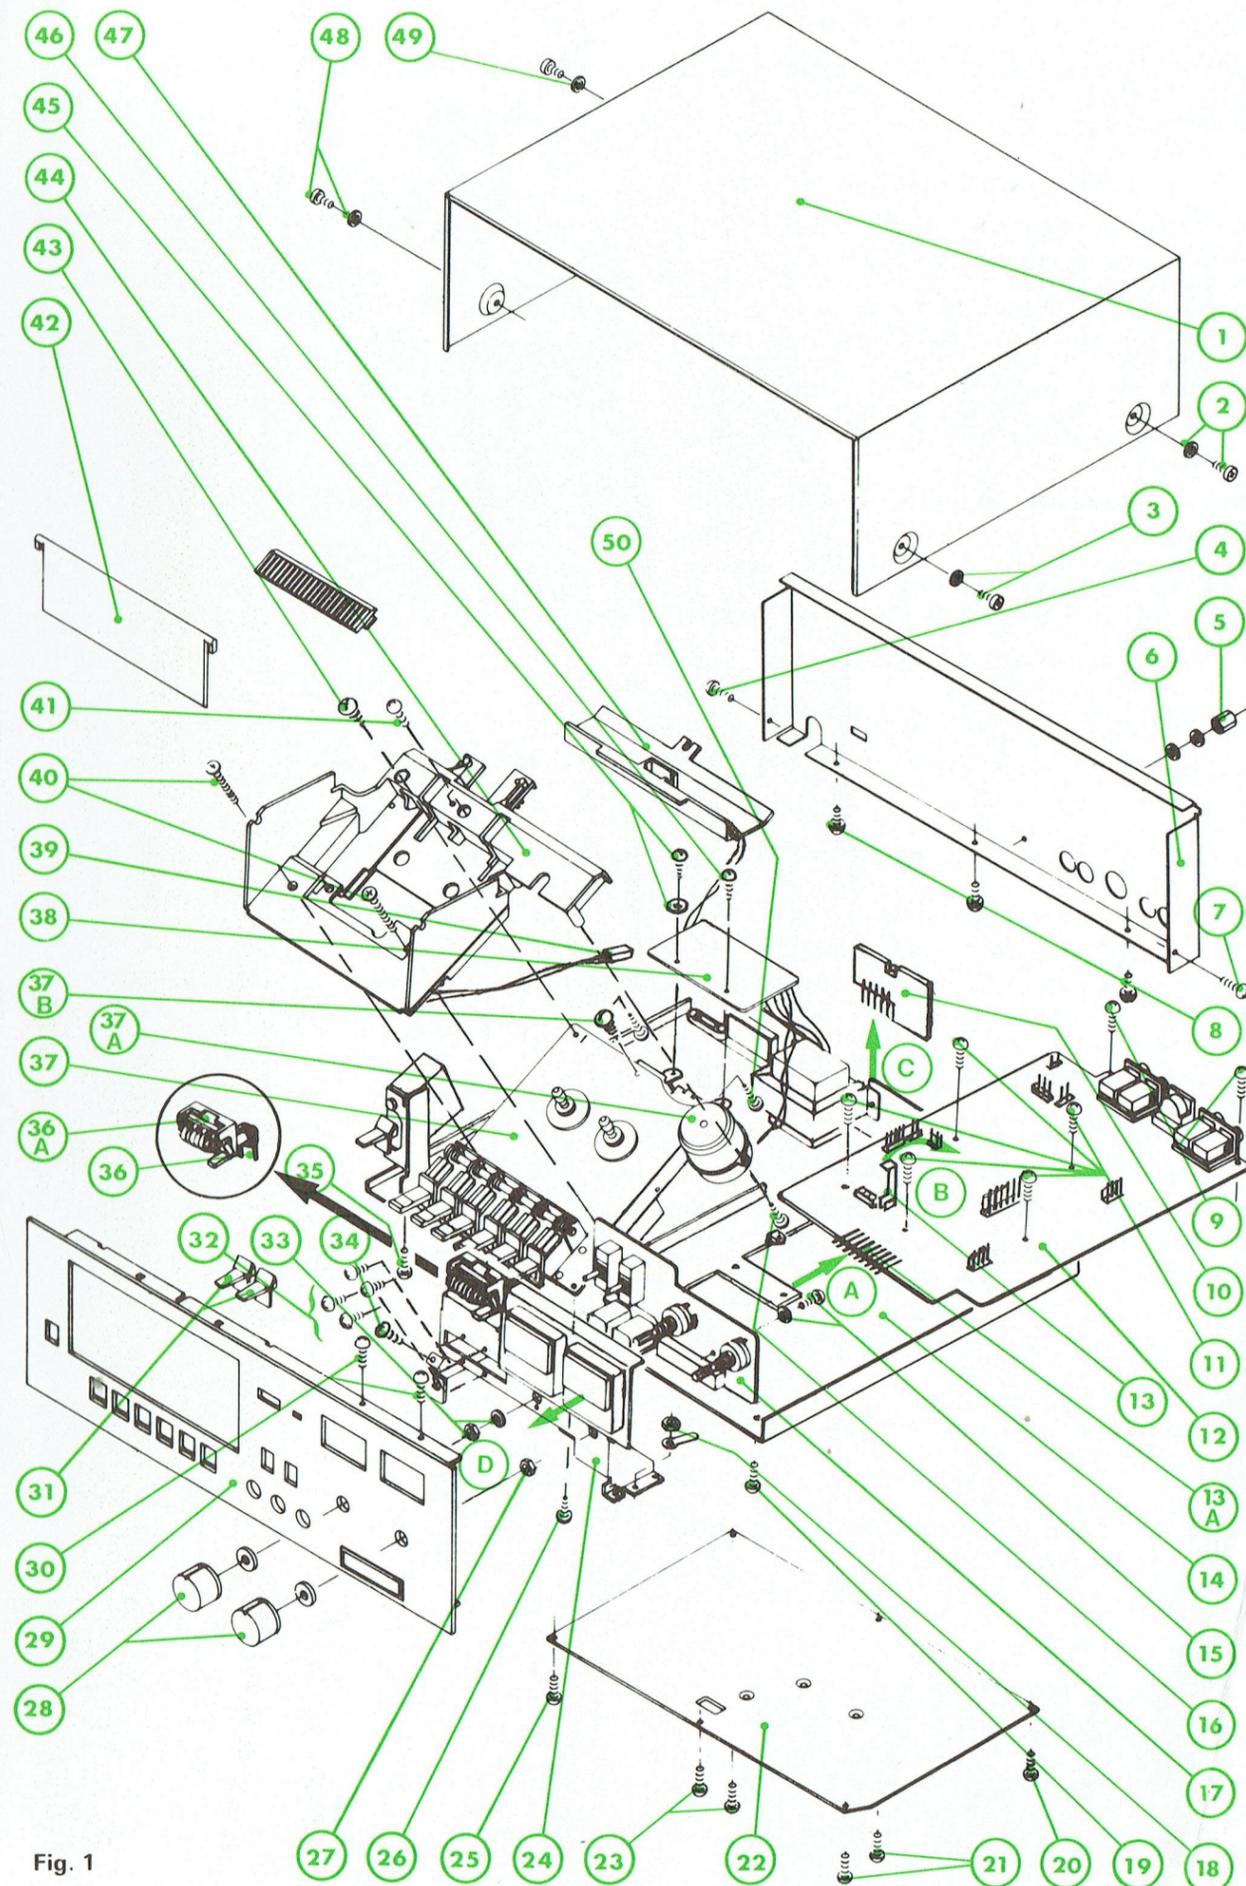

Fig. 1
### A – DEMONTAGES DU COFFRET METALLIQUE, DU PANNEAU ARRIERE ET DE LA FAÇADE AVANT (Fig. 1)
### B – DEMONTAGES DU CHASSIS PLASTIQUE (Fig. 1)
### C — ACCES AU COTE CUIVRE DE LA PLATINE ENREG./LECT. ET A LA PARTIE MECANIQUE DE LA PLATINE MAGNETOPHONE (Fig. 1)
### D — DEPOSE DE LA PLATINE « DOLBY » (Fig. 1)
### E — DEPOSE DE LA PLATINE ENREG./LECT. (Fig. 1)
### F — ACCES AU COTE ELEMENTS DE LA PLATINE ALIMENTATION ET REGULATION (Fig. 1)
### G — ACCES AU COTE ELEMENTS DE LA PLATINE DE COMMANDES (Fig. 1)
### H — DEMONTAGE DU MOTEUR (Fig. 1)
- 2° - Retirer la courroie (36) de la poulie du compteur (36 A) (Fig. 1).
- 3° - Enlever les vis (34) et (37 B) (Fig. 1).
- 4° - Déplacer la platine magnétophone (37) (Fig. 1) de sa position initiale afin de faciliter le démontage des touches.
- 5° - Enlever l'anneau d'arrêt (15).
- 6° - Déboîter les ressorts de rappel (3), (4), (9), (11) et (13) de leur encoche respective (16).
- 7° - Enlever l'axe (1) du support (14).
- 8° - Retirer toutes les touches et ressorts de rappel du support (14).
- Mettre progressivement l'axe (1) en plaçant :
- a) - Le ressort de rappel (2) dans son encoche (17).
- b) - Dans l'ordre les touches et ressorts de rappel (5), (3), (6), (4), (7), (9), (8), (11), (10), (13) et (12) sans emboîter ceux-ci dans les encoches (16).
- Mettre l'anneau d'arrêt (15).
- Emboîter les ressorts de rappel dans leur encoche respective (16).
- Mettre les vis (34) et (37 B) et la courroie d'entraînement (36) (Fig. 1) (voir § M).